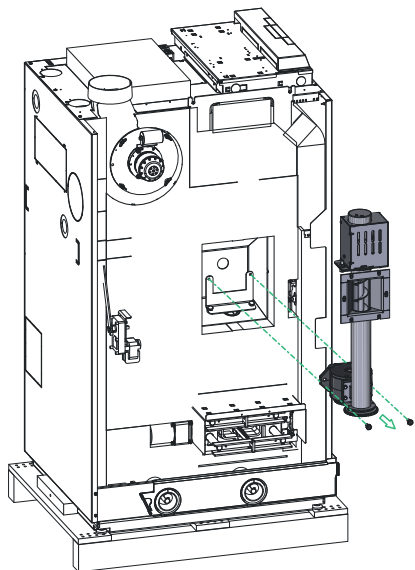

Fig. 31 Svitare l'unità tubo della coclea valvola rotativa
- ▶ Svitare l'unità tubo della coclea valvola rotativa dalla caldaia – Fig. 31.